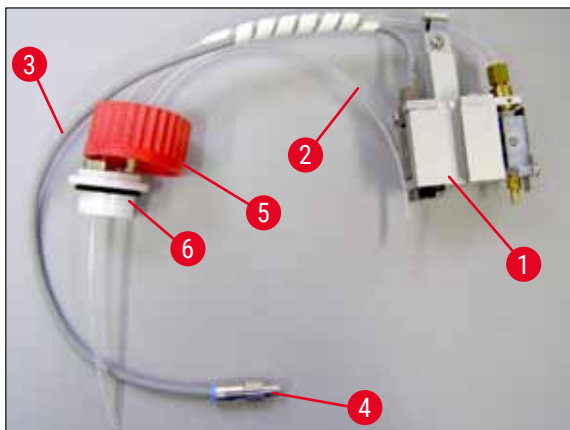

Fig. 10
1. Estrarre il gruppo erogatore (→ Fig. 10) dall'imballaggio.